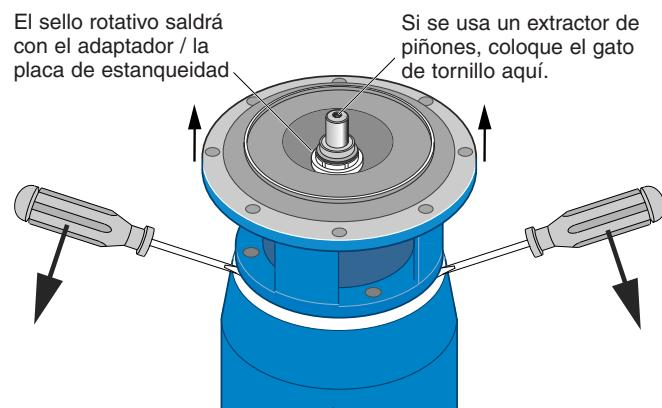

Figura 4
- Paso 7. Use dos destornilladores (Figura 4) o un extractor de piñones para separar cuidadosamente el motor del adaptador / placa de estanqueidad, sacando la mitad rotativa del sello (Clave No. 10) con el adaptador/placa de estanqueidad. Es posible que el manguito del eje (Clave No. 12) salga con el sello.